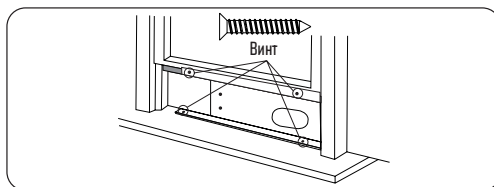

Рисунок 6
- Осторожно опустите окно. Закрепите конструкцию на месте винтами (4 шт.), а также по одному винту на каждый выступ (Рисунок 6).